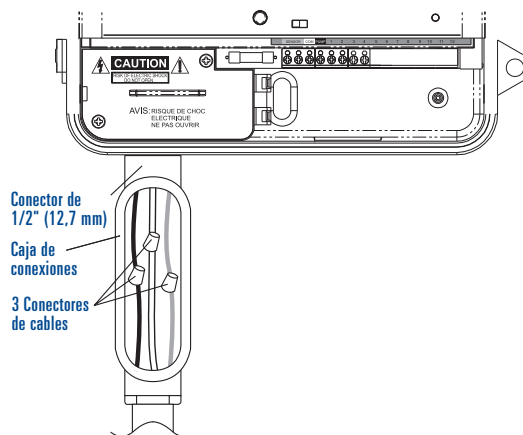

Figura 15: uso de una caja de conexiones
- Conecte la caja de conexiones y un conector de 3/4" (19 mm) al temporizador (no se incluye la caja de conexiones ni el conector). [Ver Figura 15]